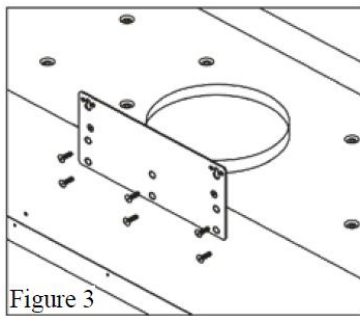

Figure 3
2. Befestigen Sie die Halterung für die Haubenmontage an der Rückseite der Haube mit sechs Schrauben, wie in der Abbildung 3 gezeigt.